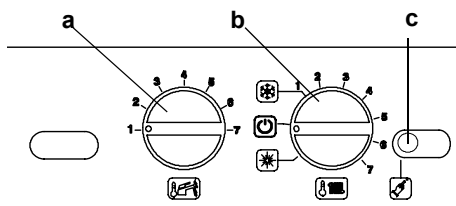

Figura 5.46 Pannello comandi OFF.
- 7 Per uscire dalla programmazione posizionare il selettore di funzione / manopola regolazione temperatura **b** come indicato in **Figura 5.46**